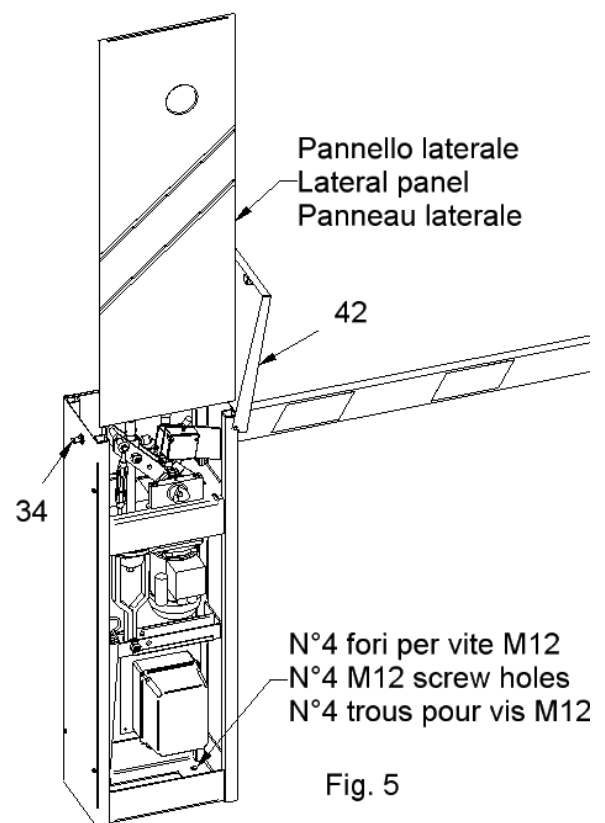

Fig. 5
2) **I** Appoggiare l'armadio sulla piazzola e fissarlo con 4 tasselli metallici o chimici utilizzando i 4 fori presenti sul fondo dell'armadio barra (se si dispone della base a murare bloccare l'armadio sulla base con i dadi in dotazione). Attenzione per accedere al fondo dell'armadio barra bisogna aprire il coperchio nero (pos.42) sbloccando la serratura (pos.34) e sfilare verso l'alto il pannello laterale in alluminio sul lato opposto a quello d'uscita dell'albero portante l'asta (fig. 5).
GB Support the closet on the platform and stare it with 4 metallic or chemical wedges using the 4 present holes on the bottom of the closet barrier (if there is the foundation plate fix the barrier on the base with the equipped dices). Warning: to access to the bottom of the barrier You have to open the black cover (pos.42) releasing the lock (pos.34) and unthread upward the side panel in aluminum on the opposite side to the exit one of the carrying tree the auction (fig. 5).
F Appuyer l'armoire sur la place et le fixer avec 4 tasseaux métalliques ou chimiques en utilisant les 4 trous présents sur le fond de l'armoire barriere (si on dispose de la plaque de scellement bloquer l'armoire sur la base avec les dés en dotation). Attention pour accéder au fond de l'armoire barriere il faut ouvrir le couvercle noir (pos.42) en débloquent la serrure (pos.34) et ôter vers le haut le panneau latéral en aluminium sur le côté opposé à celui de sortie de l'arbre portant la lisse (fig. 5).